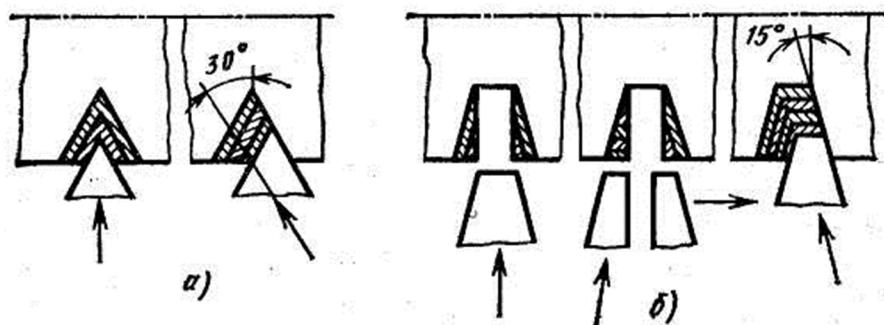

Рисунок 2 – Схема удаления материала при обработке резьб
2. Составить конспект лекции. Обязательно изобразить рис.2 - Схема удаления материала при обработке резьб
Нарезание резьбы на токарном станке характеризуется скоростью резания  $v_r$ , продольной подачей, численно равной шагу  $P$ , поперечной подачей  $S_{\text{поп}}$ , схемой срезания припуска из впадины резьбовой канавки (рисунок 2).